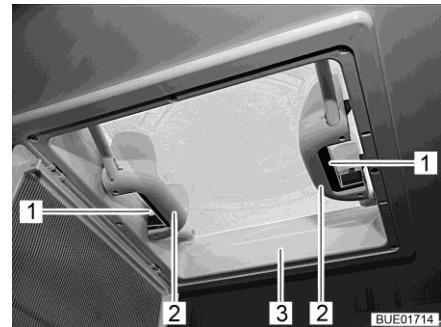

Fig. 105 Poignées avec pousoirs
- Appuyer sur le verrou à ressort (Fig. 105,1) vers l'intérieur du lanterneau (Fig. 105,3). Pousser le lanterneau simultanément vers le haut par la poignée (Fig. 105,2).
- Tirer fortement le lanterneau (Fig. 105,3) vers le bas par les deux poignées (Fig. 105,2) jusqu'à ce que les deux verrous à ressort (Fig. 105,1) s'encliquettent.